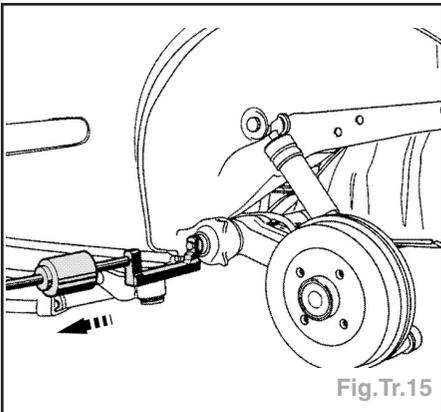

Fig.Tr.15
- (A) Barre gauche (2 empreintes)
- (B) Barre droite (3 empreintes)
- À l'aide d'un extracteur à inertie, extraire la barre vers l'extérieur (Fig.Tr.15).